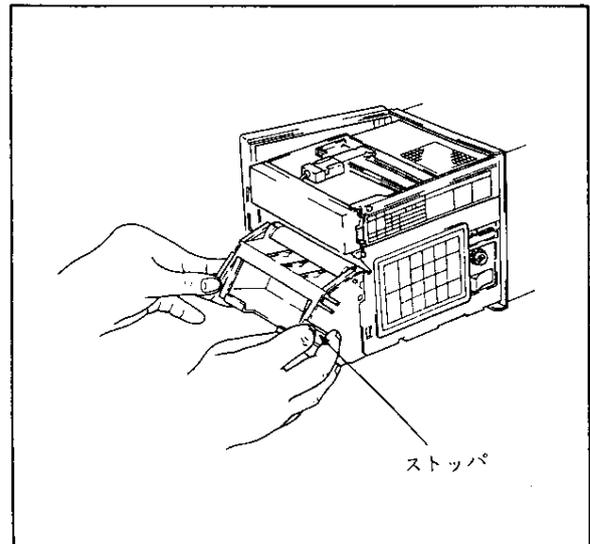

図 5.3
- (3) POWER スイッチは“ON”のままでもけっこうです。
(4) 記録紙収納ユニットのストッパを押しながら、ユニット全体を軽く持ち上げるように手前に引き、ユニットを分離します (図 5.3)。